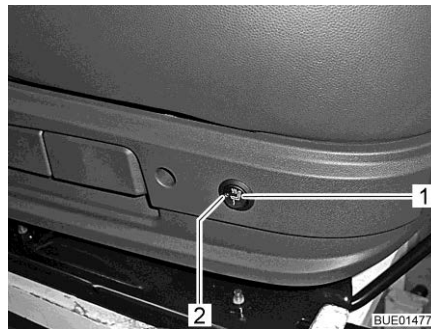

Fig. 36 Interruttore per riscaldamento del sedile
- Premere l'interruttore (Fig. 36,1) dietro sulla sinistra della console del sedile.
Quando il riscaldamento del sedile è in funzione, il LED (Fig. 36,2) è acceso.
- Portare l'interruttore (Fig. 36,1) in posizione centrale. Il LED si spegne.